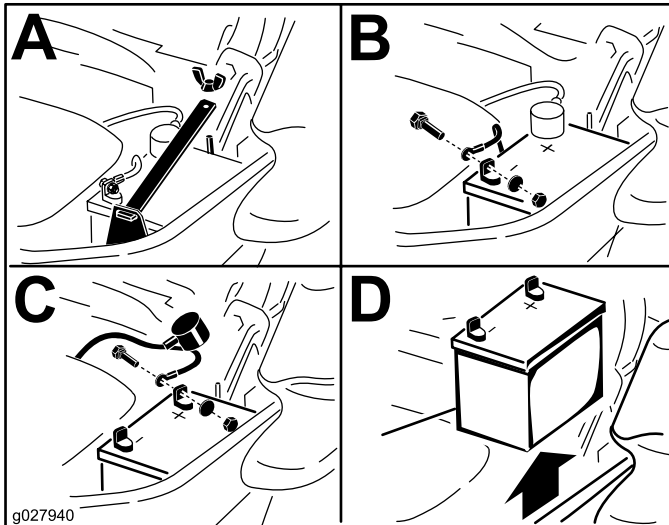

Figure 56
3. Commencez par débrancher le câble négatif (noir) de la borne négative (-) (noire) de la batterie (Figure 56).
4. Enlevez le capuchon rouge de la borne positive (rouge) de la batterie et débranchez le câble positif (+) (rouge) (Figure 56).
5. Retirez l'écrou à oreilles qui fixe la barrette de maintien de la batterie (Figure 56).
6. Déposez la barrette de maintien (Figure 56).
1. Placez la batterie dans son support en tournant les bornes à l'opposé du réservoir hydraulique (Figure 56).
4. Fixez les câbles avec 2 boulons, 2 rondelles et 2 contre-écrous (Figure 56).
6. Reposez la barrette de maintien et fixez-la avec l'écrou à oreilles (Figure 56).